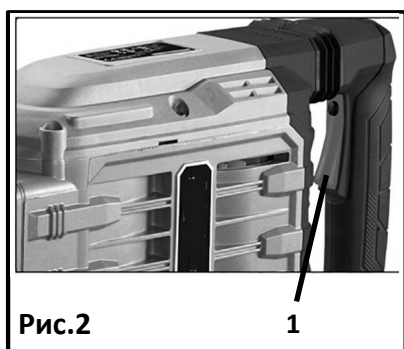

Рис.2
Убедитесь, что выключатель **(1)** Рис.2 установлен в положение **ВЫКЛ. (OFF) или (I)**.
Проверьте напряжение! Напряжение источника питания должно соответствовать напряжению, указанному на паспортной табличке электроинструмента. **ВКЛЮЧЕНИЕ:** Чтобы включить электроинструмент, переместите выключатель **(1)** в направлении, обозначенном символом "I" Рис.2. **ВЫКЛЮЧЕНИЕ:** Чтобы выключить электроинструмент, переместите выключатель в направлении, обозначенном символом "0".